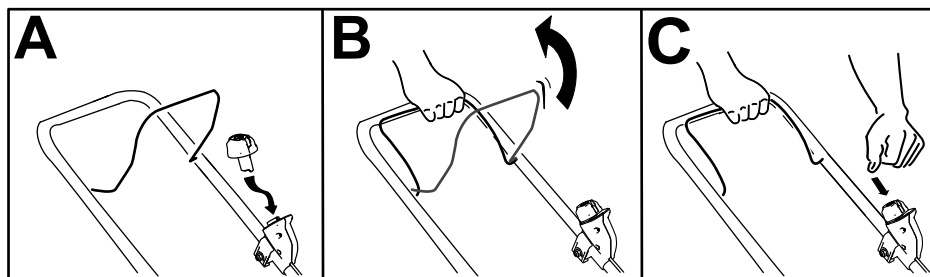

Figure 9
2. Insérez le bouton de démarrage électrique dans l'interrupteur du démarreur électrique (A de la Figure 9).
3. Serrez et maintenez la barre de commande de la lame contre le guidon (B de la Figure 9).
4. Maintenez le bouton de démarrage électrique enfoncé jusqu'à ce que le moteur démarre (C de la Figure 9).